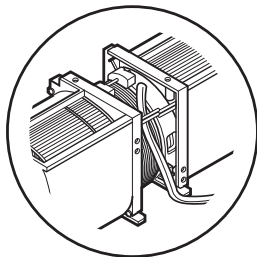

Ilustración 16
4. Volver a montar el cable del ventilador. Consultar Ilustración 16.